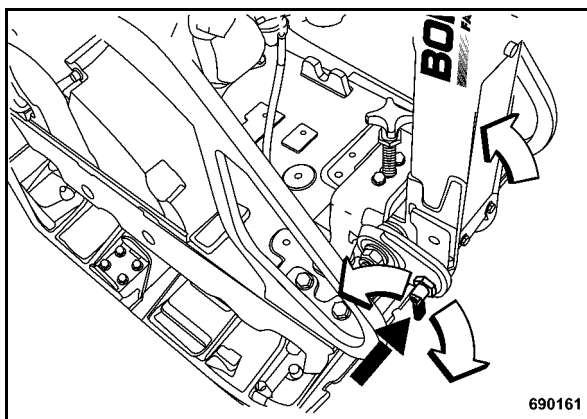

Fig. 29
- Poner la barra de tracción (Fig. 29) a vertical.